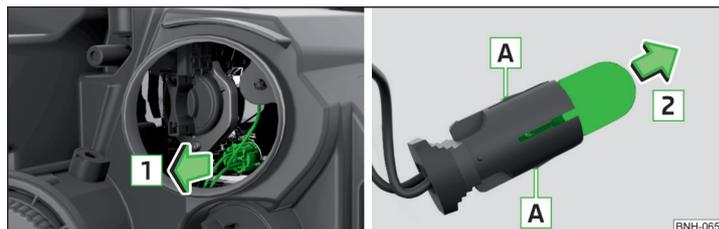

Fig. 187 Changer les ampoules des feux de position
- Retirez le culot avec l'ampoule en le faisant vaciller dans le sens de la flèche [1] » fig. 187.